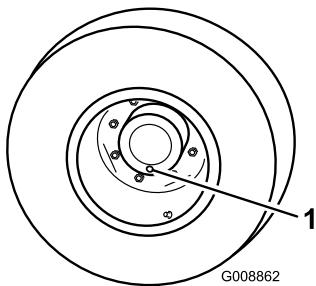

Рисунок 60
1. Установите машину на ровной горизонтальной поверхности и расположите колесо так, чтобы одна из пробок контрольных/сливных отверстий находилась в самом нижнем положении («6 часов») (Рисунок 60).